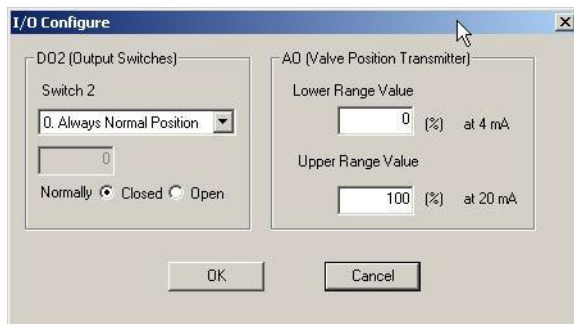

图 61 I/O 配置
这个程序利用图 61 里的设置给出一个实例，看开关是否正在工作：
1. 点击**配置**菜单，单击出现图 61。